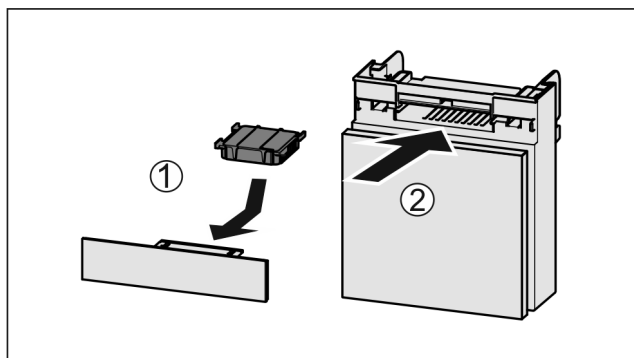

Fig. 178
- ▶ Установите фильтр с активированным углем, как показано на рисунке Fig. 178 (1).
- ▶ Вставьте отделение Fig. 178 (2).